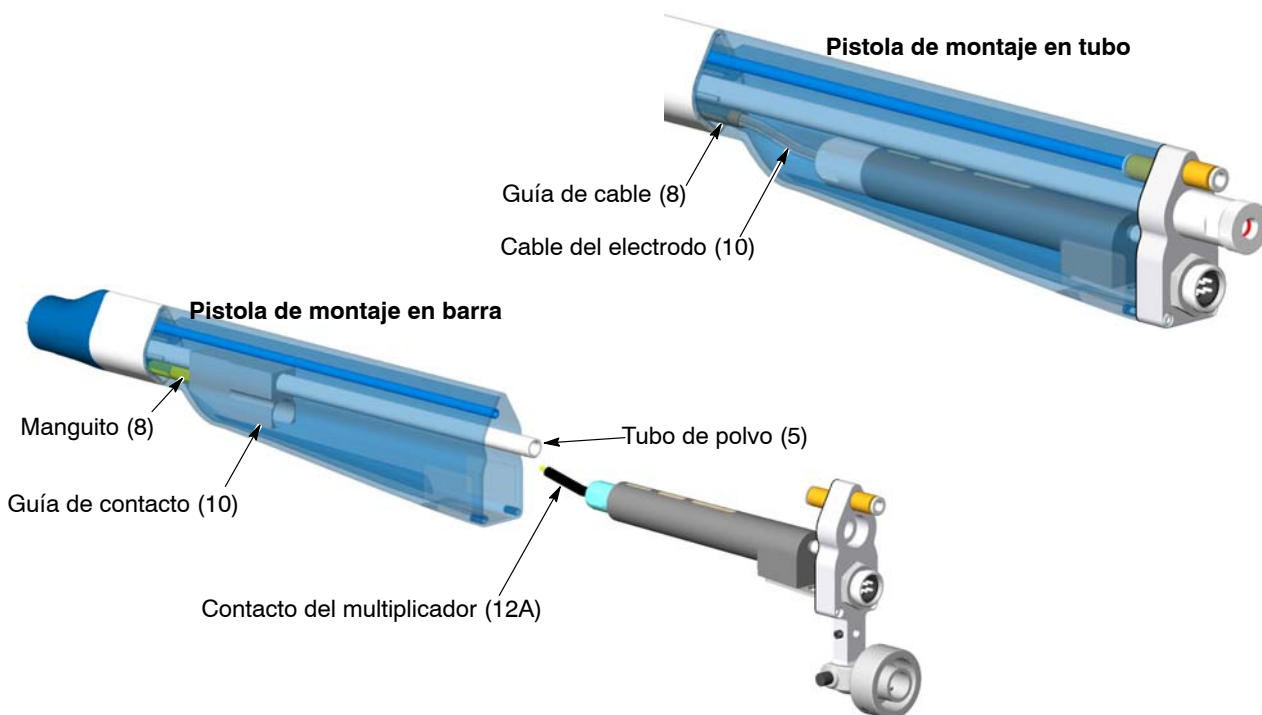

Figura 34 Instalación del multiplicador: Paso 6
Pistolas de montaje en barra: Ver la figura 34. Desde el extremo abierto del alojamiento del multiplicador, instalar la guía del contacto en el tubo de polvo. Introducir la guía de contacto en el alojamiento hasta que se asiente en el manguito (8). El contacto debe ser visible en el extremo abierto de la guía de contacto cuando se instala correctamente.
Pistolas de montaje en tubo: Ver la figura 34. Cuando conecta el conjunto del disipador de calor/multiplicador al alojamiento, asegurarse de que el cable del electrodo (10) desliza sin problemas a través de la guía del cable.
Pistolas de montaje en barra: Ver la figura 34. Asegurarse de que la punta del contacto del multiplicador (12A) se introduzca en la guía de contacto (10) dentro del alojamiento.